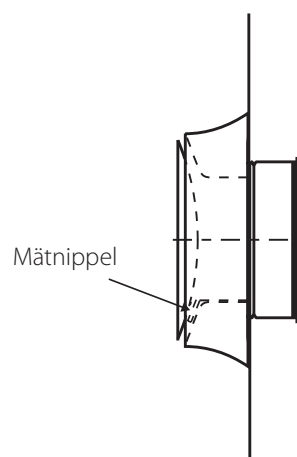

Bild 1. Mät-nippelns placering i monterat läge.
- Produkten är utrustad med en mät-nippel för injustering, se bild 1.